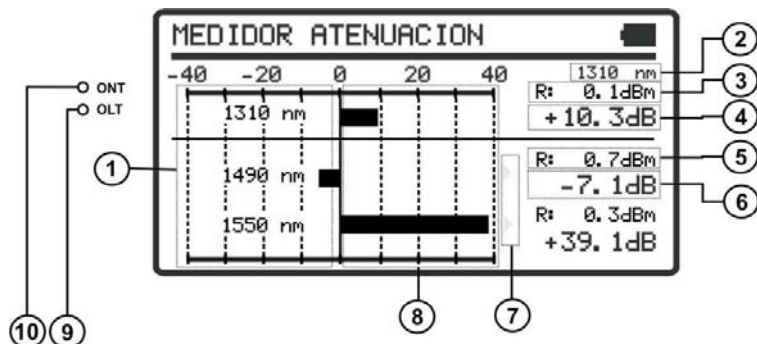

Figura 11.- Función MEDIDOR ATENUACIÓN.
- 3.- Pulse **SEL**  [4] para entrar en la pantalla (ver figura 11).